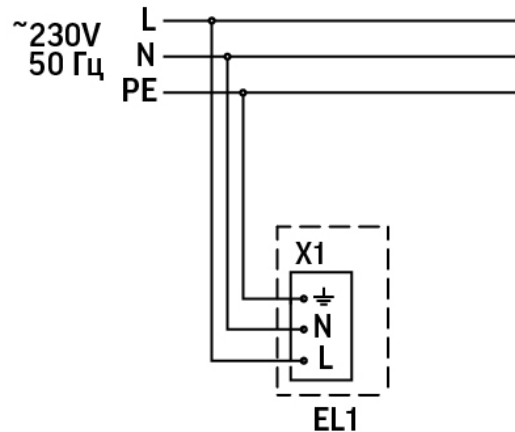

Рис.4
- Выполните электрическое подключение светильника, которое осуществляется через клеммную колодку в защитном коробе. Подключите сетевой провод к контактам клеммной колодки светильника строго в соответствии с маркировкой и схемой подключения (см.рис. 4). Сечение проводников кабеля должно быть не более 2,5 мм²;